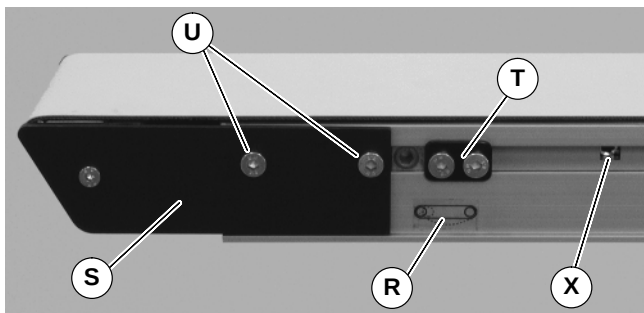

Abbildung 39
- Am Spannende des Förderbandes, das mit einem  Etikett gekennzeichnet ist (R siehe Abbildung 39), vordere Deckplattengruppe anpassen (S): Zu beiden Seiten des Förderbandes die Befestigungsschrauben lösen (U) und das Ritzel drehen (X), um die vordere Deckplattengruppe anzupassen.
- Die vordere Deckplattengruppe so einstellen, dass die Kante der Achsenträgerplatte (BS siehe Abbildung 40) vom Förderbandende (BT) um 29 mm getrennt ist. Die Befestigungsschrauben (U siehe Abbildung 39) zu beiden Seiten des Förderbandes mit 7 Nm festziehen.
- Falls mit Spurführungsnocken ausgestattet, (T siehe Abbildung 39), gegen die vorderen Deckplatten positionieren und Spurführung anpassen. Siehe „Spannen des Gurtes“ auf Seite 16.